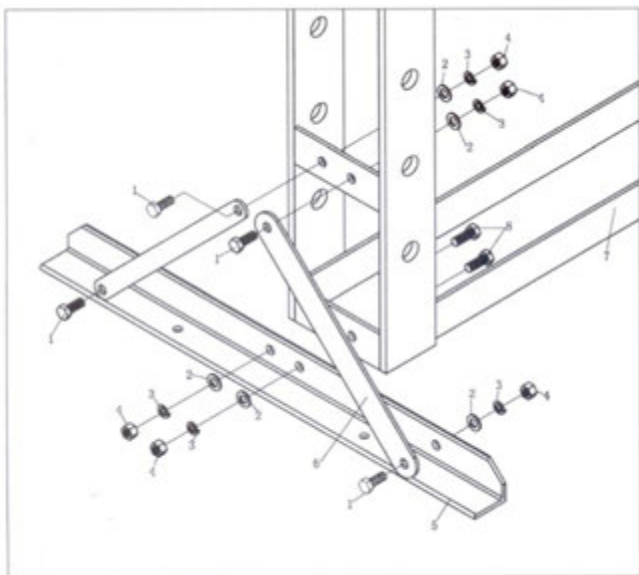

Figure 1
- L'encadrement (23) se trouve dans le bas pour faciliter l'emballage et le transport, ensuite fixé sur des montants avec deux boulons M12.
- **Attaché la section du pied (05) et le support (06) à gauche et à droite de la plaque de couplage utilisant boulons (01), rondelle (02), rondelle frein (03) et écrou (04).** (figure 1)